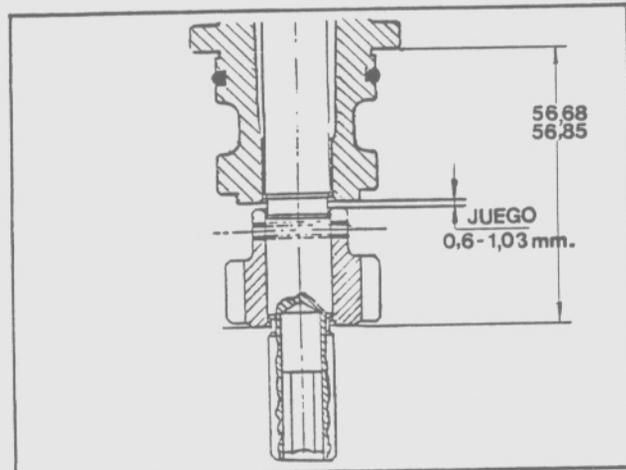

Fig. 11 - Dimensiones de instalación del engranaje conductor
- En caso de ser necesario el reemplazo del eje o el engranaje conductor o ambos a la vez deberá verificarse lo indicado en la Fig. 11 y 12.